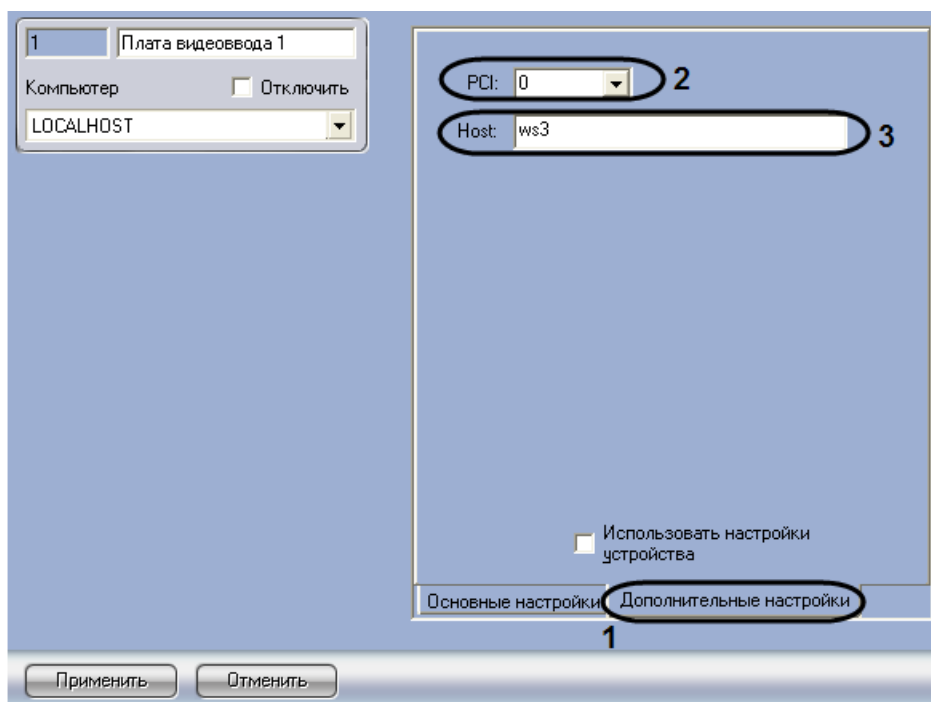

Рис. 3.1—10 Панель настроек платы видеоввода Stretch. Вкладка «Дополнительные настройки»
- 5.1. Из списка «PCI» выбрать номер PCI-канала (Рис. 3.1—10, 2). Особенности распределения PCI-каналов описаны в разделе «Создание и настройка объекта «Плата видеоввода» (см. пункт «5.2»).